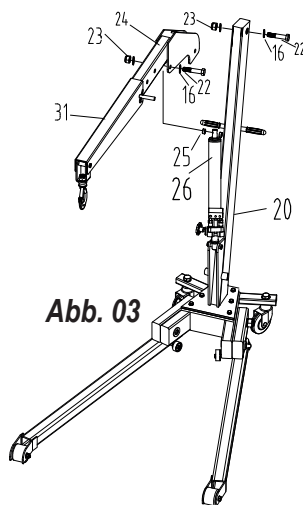

Abb. 03
- Siehe Abbildung 03: Montieren Sie die Pumpe 26 mit der selbstsichernden Mutter 23 und der Schraube 22.